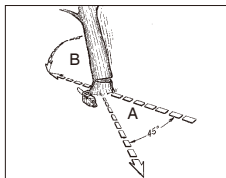

Fig. 11A
**⚠ VARNING!** En reträttväg (A) ska planeras och om nödvändigt röjd innan sågningen börjar. Reträttvägen bör sträcka sig bakåt och diagonalt från den väntade fallriktningen enligt Fig. 11A.
**OBS:** Fallriktningen (B) styrs av riktskåret. Ta hänsyn till stora grenar och trädets naturliga lutning för att avgöra åt vilket håll trädet kommer att falla.
**⚠ VARNING!** När fällskäret närmar sig gångjärnet börjar trädet att falla. När trädet börjar falla, ta bort sågen från skäret, stoppa motorn, lägg ned sågen och lämna området på reträttvägen (Fig. 11A).